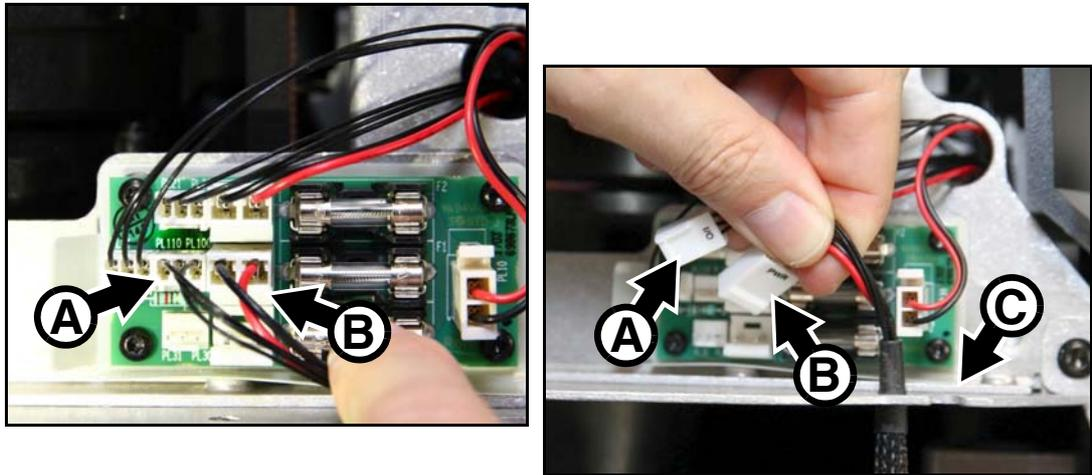

Bild 10: Lösen der Anschlüsse des Multimoduls
2. Siehe Bild 10. Lösen Sie den Datenanschluss **A** und die Stromversorgung **B** an den Positionen PL 100 und PL 110 der Verteiler-PCB. Lösen Sie den Kabelbaum des Multimoduls auf der Führung **C** am Kopf.